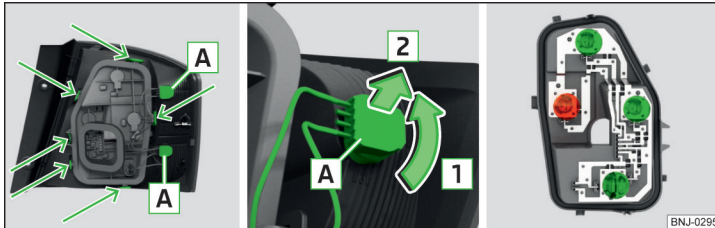

Abb. 293 Äußerer Teil der Leuchte / Glühlampe herausnehmen / Lampenhalter
- Die Fassung mit der Glühlampe **A** in Pfeilrichtung **1** drehen » Abb. 293.
- Den Lampenhalter in mit Pfeilen gekennzeichneten Bereichen entriegeln » Abb. 293 und den Lampenhalter aus der Leuchte herausnehmen.